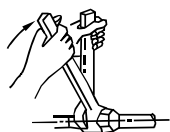

Рис. 9-4
- Расположить соединяемые трубы в требуемом положении, закрутить гайки вручную, затем затянуть их с помощью гаечного ключа (см. рис. 9-4).